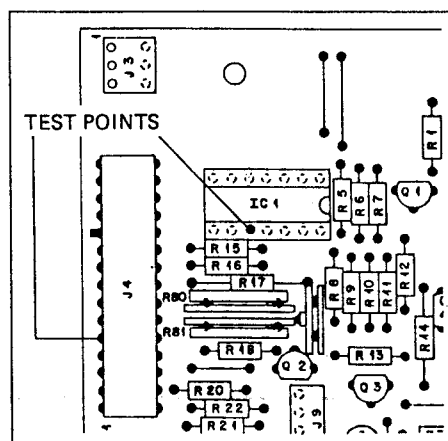

Fig. 3.12
- An IC1 Pin 10 (Mikroprozessorprint 1.710.465) oder an Steckerleiste J4, Pin 5 Oszilloskop oder hochohmiges Voltmeter (> 1 MOhm) gegen Masse anschliessen (Fig. 3.12).
- Connect oscilloscope or high-impedance voltmeter (> 1 Mohm) to IC1 pin 10 (microprocessor board 1.710.465) or multipoint connector J4 pin 5 against ground (Fig. 3.12).
- Branchez un oscilloscope ou un voltmètre à haute impédance (> 1 MOhm) sur la broche 10 du circuit intégré IC1 (circuit du microprocesseur 1.710.465) ou sur la broche 5 du connecteur J4 (fig. 3.12).